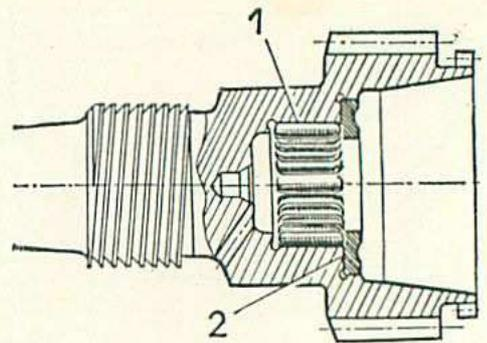

Fig. 36. — Vue en coupe de la partie AR du pignon de transmission.
- Après s'être assuré que le logement des aiguilles est bien propre, mettre de la graisse et poser les 26 aiguilles (1) (fig. 36).
- Monter la piste (2) de la butée à billes dans le pignon de transmission.